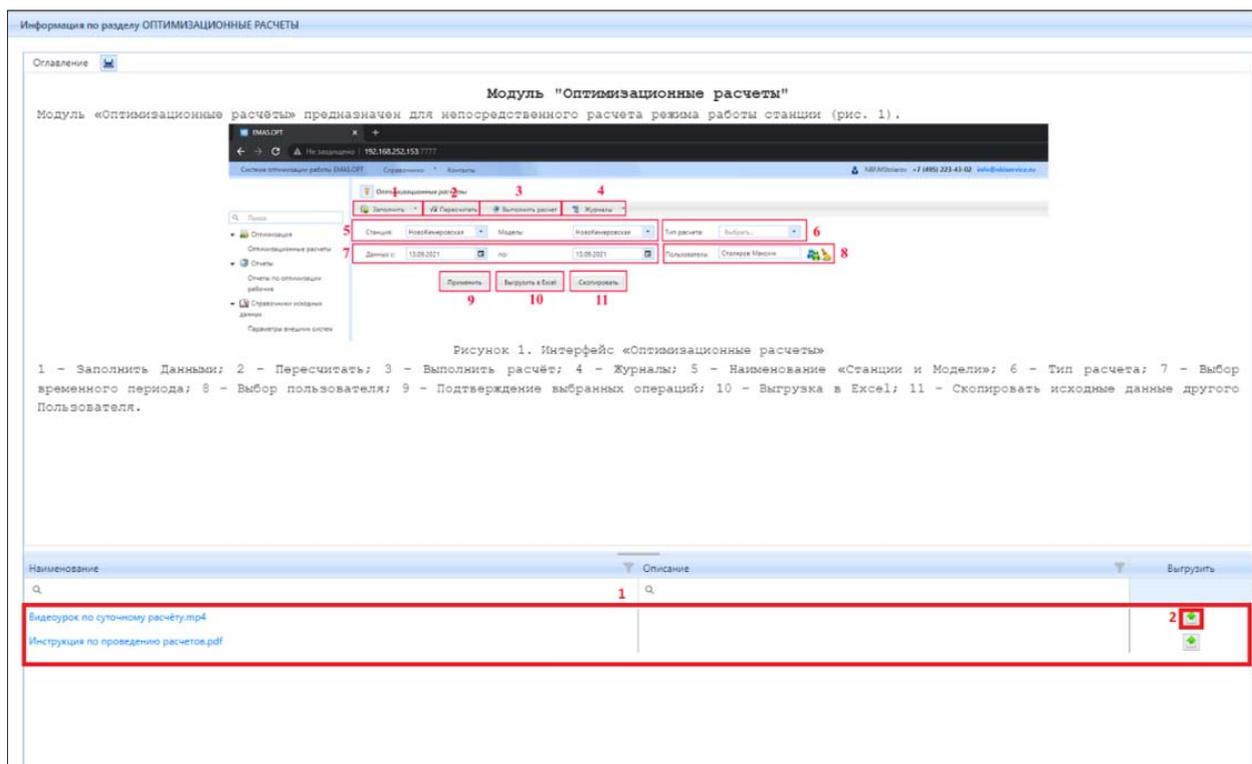

Рисунок 3.1.14 – Внешний вид окна со справочной информацией по подразделу «Оптимизационные расчеты», приложенные файлы
При наличии видеоинструкции или приложенного файла в формате PDF в поле (1) на рисунке (рис. 3.1.14) появится гиперссылка. При необходимости файл с инструкцией можно выгрузить, нажав на кнопку (2) (рис. 3.1.14).
Для просмотра данных файла выберите необходимую строку в блоке (1) (рис. 3.1.14), затем перейдите по ссылке с именем вложения. Затем в Системе появится окно с видеопроигрывателем, где будет воспроизведена видеоинструкция.